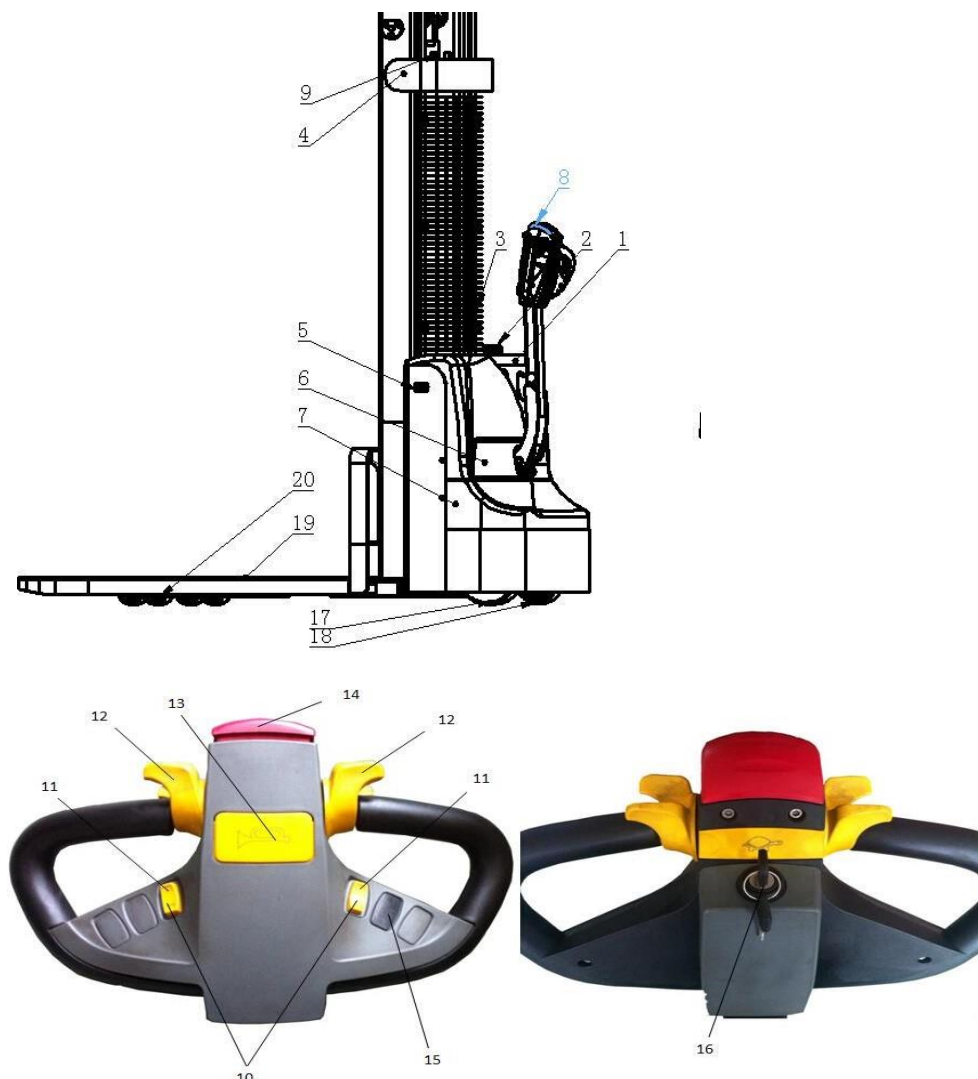

Рис.1: Обзор основных частей и управляющих кнопок (2)
4. Работать без защитной решетки (Рис. 1, п. 3/ защитный экран).